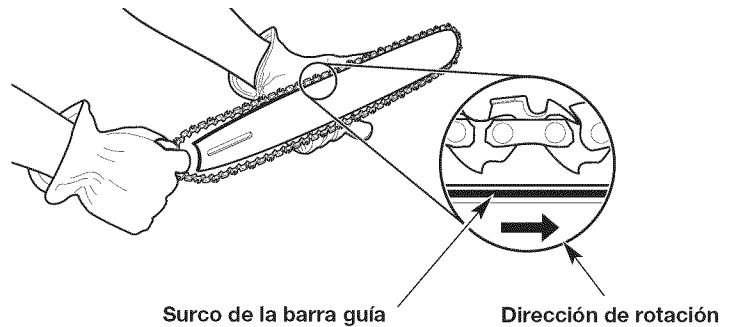

Fig. 30
2. Coloque la cadena de la sierra en el surco de la barra guía (Fig. 30). Compruebe que los cortadores están en la dirección correcta de rotación (Fig. 30). Mantenga un lazo de la cadena de la sierra en el extremo trasero de la barra guía (Fig. 30).